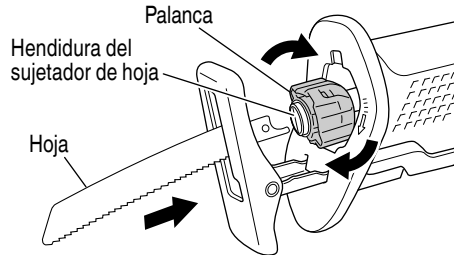
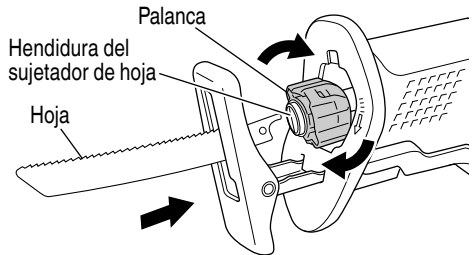

Fig. 9
Fig. 10
- (2) Inserte completamente la hoja de sierra en la hendidura pequeña del sujetador de la hoja mediante el giro de la palanca. Esta hoja puede montarse tanto en dirección ascendente como descendente. (Fig. 9, Fig. 10)